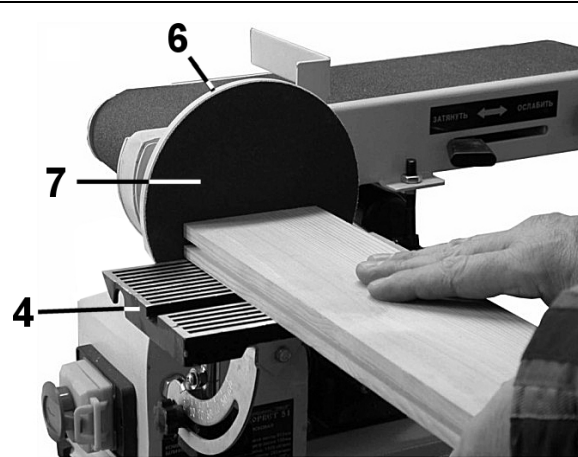

Рис.11
Установите заготовку на рабочий стол (4), чтобы обрабатываемая поверхность располагалась параллельно шлифовальному кругу (7), Рис.11. На рисунке 11 показано торцевое шлифование заготовки шлифовальным диском.